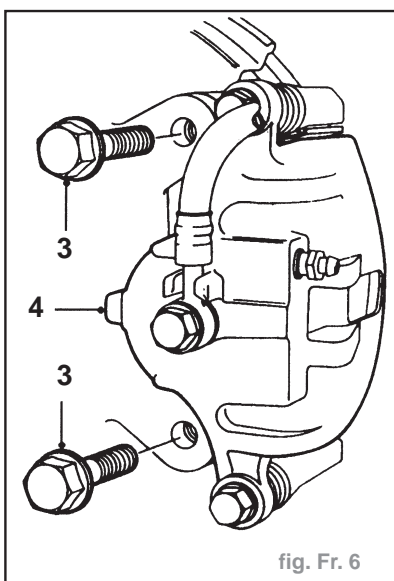

fig. Fr. 6
- Enlever 2 boulons (3) maintenant l'étrier de frein sur le moyeu de fusée (fig. Fr. 6).
- Déposer l'étrier (4) et l'attacher sur le côté hors de portée du disque.